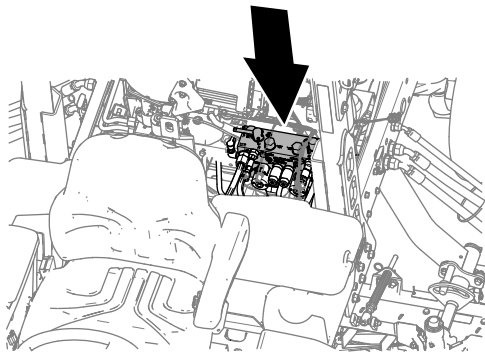

Figure 156
- Tournez les leviers de rodage avant, arrière ou les deux à la position R (rodage) (Figure 156).